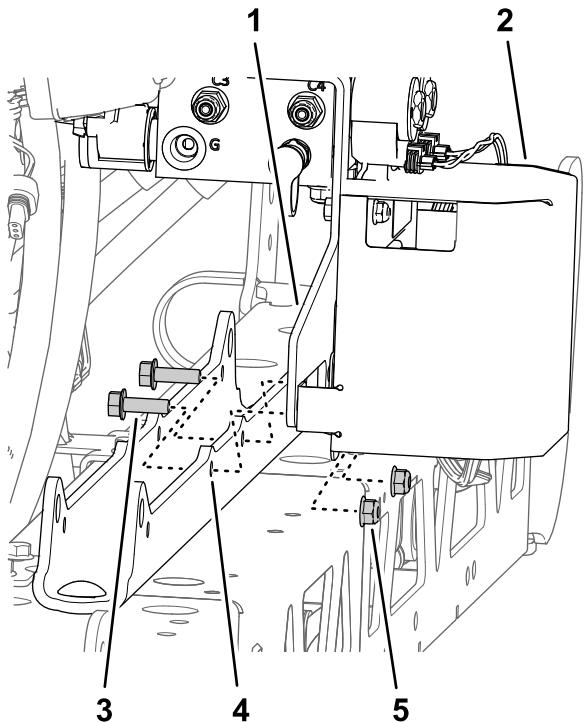

Figura 95
- B. Monte o suporte e o suporte TEC na montagem do cilindro (Figura 95) com os dois parafusos de cabeça flangeada (5/16 x 1 pol.) e porca de bloqueio flangeada (5/16 pol.) que retirou no passo 1 de Retirar o coletor de elevação da secção da secção de pulverização central (página 22).